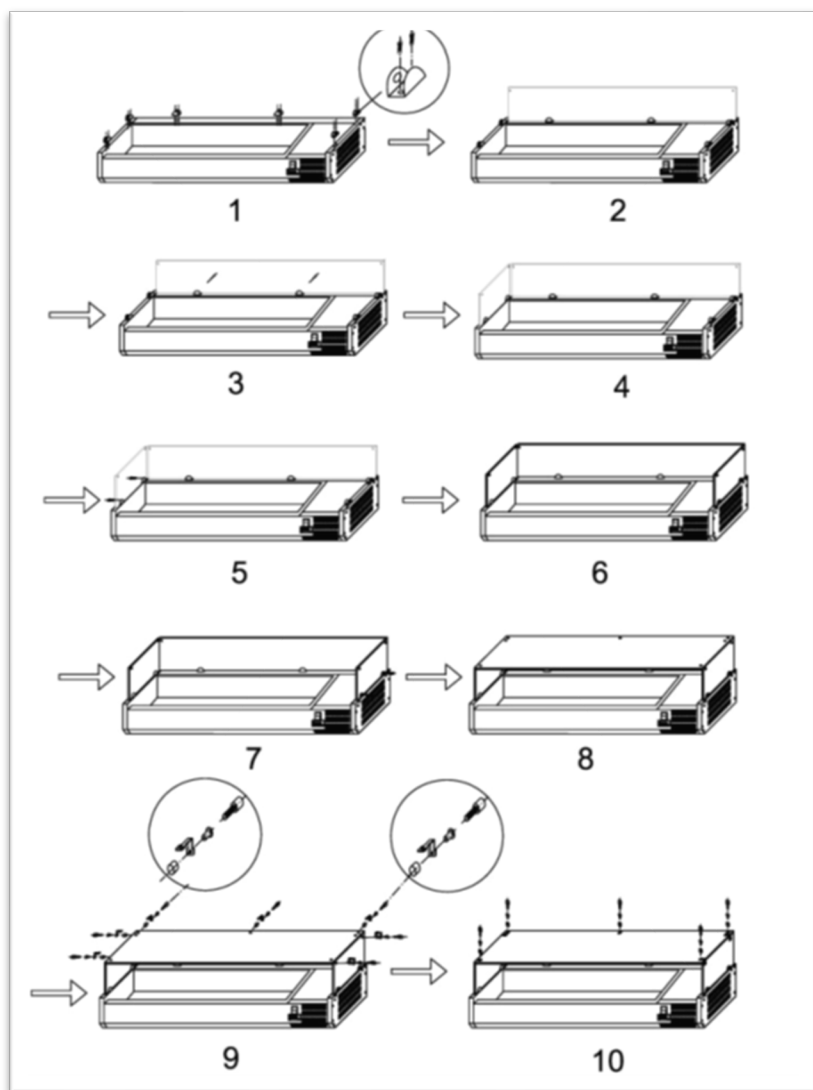

Abb. 1 Glasscheiben anbringen / Pic. 1 Attach glass plates
1. Schrauben Sie die Glasaufnahmen an den Rand des Geräts – siehe Abb. 1, P.1.
1. Screw the glass holders to the edge of the appliance - see fig. 1, P.1.
7. Legen Sie die obere Glasplatte auf die Halterungen und achten Sie darauf, dass alle Löcher übereinander liegen (siehe Abb. 1, P. 8 – 10).
7. Place the top glass panel on the brackets, making sure that all the holes are on top of each other (see fig. 1, p. 8 - 10).